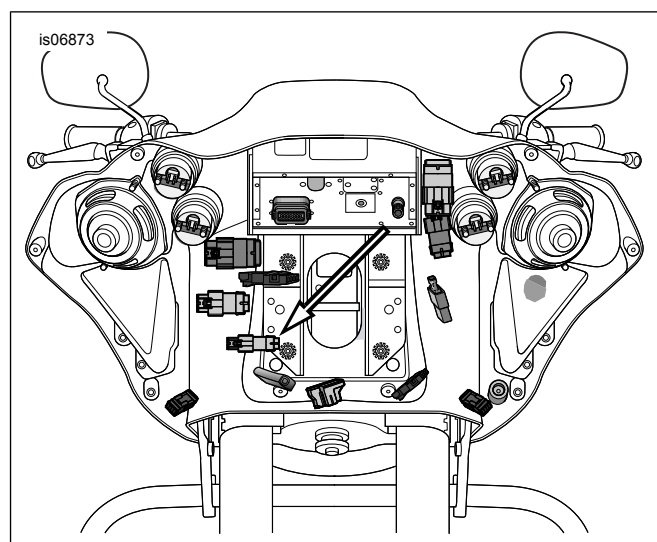

Figura 6. Conector del arnés de puente del sensor de la empuñadura del acelerador (Modelos FLTR)
5. Ver Figura 6 . Conecte la mitad del conector del TGS de la empuñadura derecha a la mitad del conector del arnés.